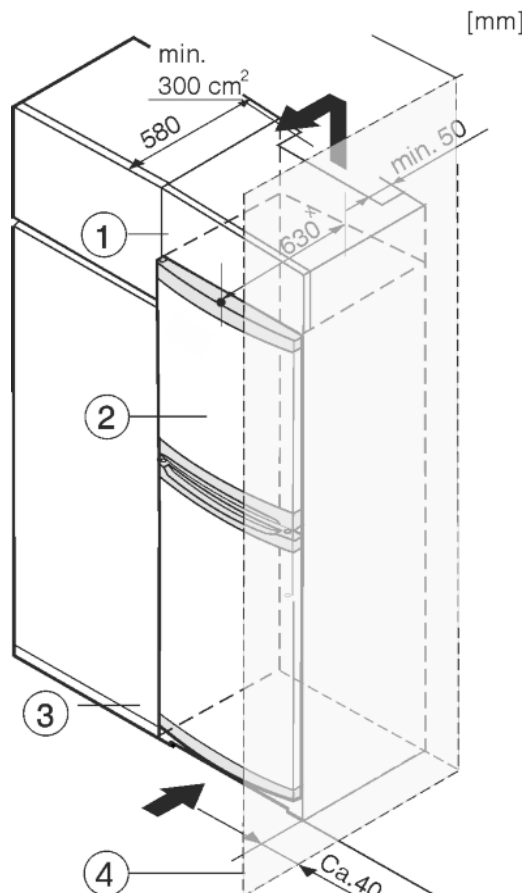

Fig. 8
Zariadenie môže byť zabudované medzi kuchynskými skriňami. Aby sa zariadenie Fig. 8 (2) prispôbilo výške kuchynskej linky, môže sa nad zariadením umiestniť nadstavná skrinka Fig. 8 (1).
Pri vstavaní s kuchynskými skriňami (hĺbka max. 580 mm) je možné zariadenie inštalovať priamo vedľa kuchynskej skrine Fig. 8 (3). Zariadenie vyčnieva nabok 34 mm \* a v strede zariadenia 50 mm \* oproti prednej časti kuchynskej skrine.
Ak je zariadenie umiestnené so zavesením vedľa steny Fig. 8 (4), musí vzdialenosť medzi zariadením a stenou činiť minimálne 40 mm. To zodpovedá presahu držadla pri otvorených dverách.